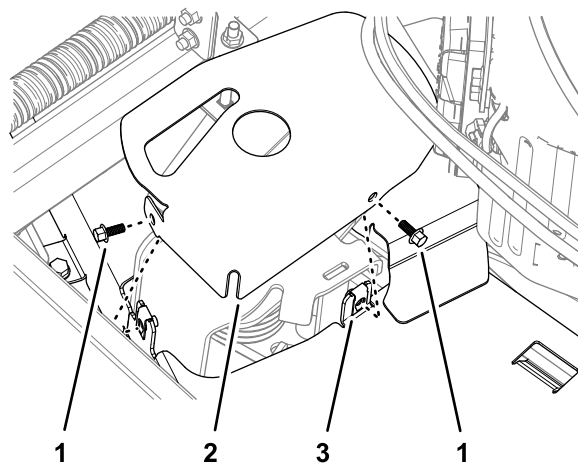

図 34
1. テンシヨナカバーを左側ベルトカバーに固定しているフランジヘッドねじ2本を外してテンシヨナカバーを外す 図 34。